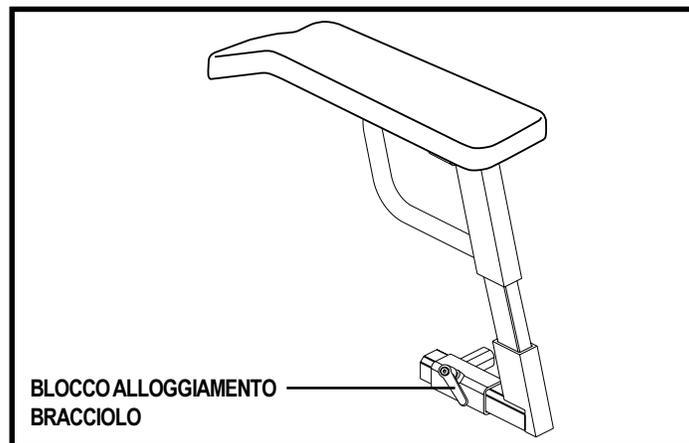

Figura 14. Regolazione della posizione del bracciolo
1. Ruotare il blocco del bracciolo in senso antiorario per allentare. Vedere figura 14.